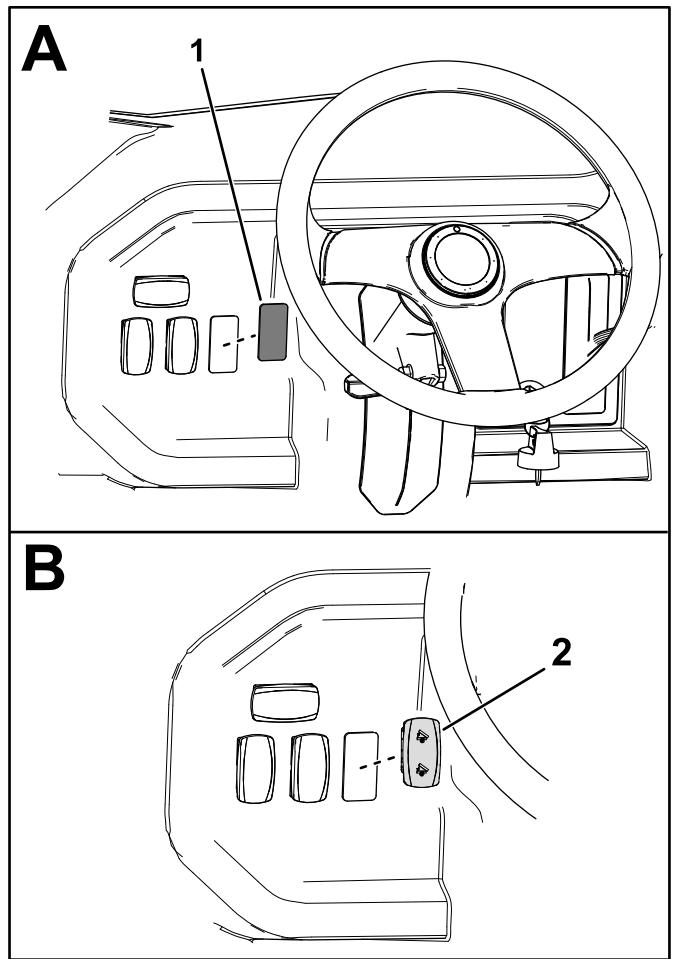

Bild 4
2. Nehmen Sie die Kunststoffabdeckung vom Armaturenbrett ab (Bild 4).
3. Setzen Sie den Schalter durch die Öffnung im Armaturenbrett ein (Bild 4).
Achten Sie darauf, dass der Schalter richtig ausgerichtet ist, wie in Bild 4 dargestellt.